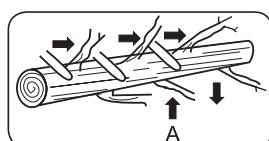

Abb. 11
Vom gefällten Baum werden die Zweige entfernt. Schneiden Sie nicht die Stutzzweige (A), erst wenn der Stamm in der Länge geschnitten ist (Abb. 11).